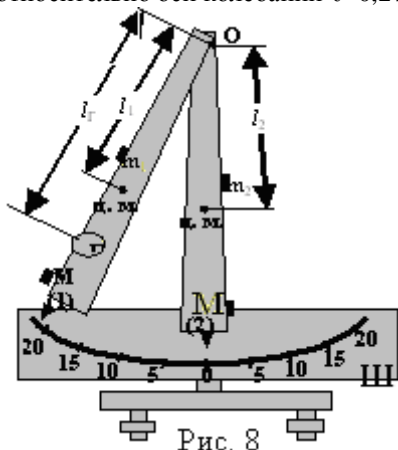

Рис. 8
- 1) Подвесьте маятник на отверстие (2) и включите секундомер. 2) Отклоните маятник на угол прядка 10° . Отпустите маятник и одновременно нажмите кнопку «Пуск» секундомера. 3) Отсчитав $N = 20$ колебаний, нажмите кнопку «Стоп». Запишите время колебаний t_1 на оси (2) в таб.1. 4) Рассчитайте период $T_1 = t_1/N$ на этой оси и занесите в таб.1. 5) Повесьте маятник на нижнее из отверстий 3 (его номер на самом маятнике 1). 6) Измерив время t_2 для $N=10$ колебаний, рассчитайте период $T_2 = t_2/N$ и занесите t_2 и T_2 в таб.2. Расстояния l_2 между центрами отверстия (2) и отверстиями (3) указаны в таб.2. 7) Уменьшая каждый раз расстояние l_2 на одно отверстие (см. таб.2) повторите измерение периода T_2 . Результаты измерений занесите в таб.2. 8) Постройте график зависимости периода T_2 от расстояния между осями l_2 (рис.8). На этом же графике из точки, соответствующей периоду T_1 ($T_1 = T_0$), проведите прямую параллельную оси l_2 (рис.8). Точка пересечения этих прямых определяет расстояние между осями l_0 (рис.8), на которых
Установка состоит из физического маятника в виде пластины (рис.8), которая может совершать колебания относительно оси «О». Угол